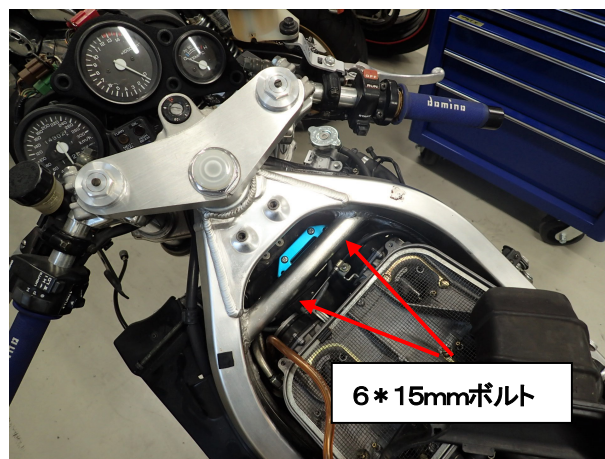
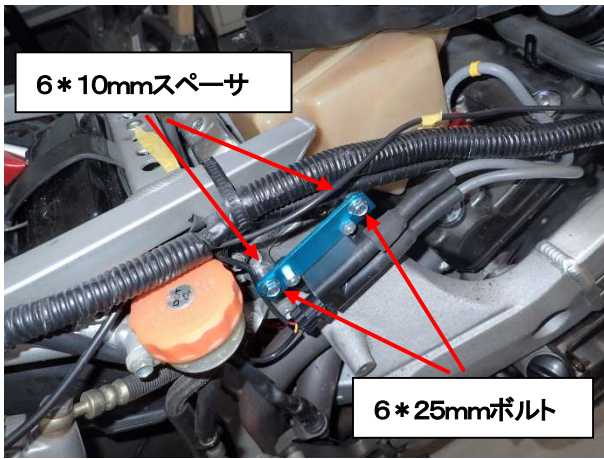

図2、SP2 コイル(2・4フロント用)の取付
図3、SP2 コイル(1・3リヤ用)の取付
- ③ シートカウルを取り外し、車体右側のリヤシリンダ(1・3)用イグニッションコイルを取り外して下さい。(図3)
- ④ 8ページ「プラグコードコネクタ装着方法」に従ってプラグコードを SP2 コイルに装着して下さい。プラグコード／キャップはリーク防止のため、新品又は良品を使用して下さい。
- ⑤ フロントシリンダ(2・4)用 SP2 イグニッションコイル(80mmブラケット付)を、付属の6 * 15mmボルト * 2を使用して取り付けて下さい。(図2)
- ⑥ リヤシリンダ(1・3)用 SP2 イグニッションコイル(ZXブラケット付)を、付属の6 * 10mmスペーサ * 2、6 * 25mmボルト * 2を使用して取り付けて下さい。(図3)